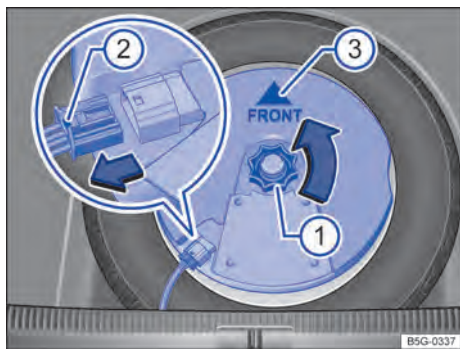

Fig. 256 En el maletero: desmontar el subwoofer (variante 2).
- Desenrosque la ruedecilla → fig. 256 ① en el sentido de la flecha.
- Para desbloquear el conector, presione el bloqueo que tiene en el extremo → fig. 256 ②.
- Coloque el subwoofer en la base de la llanta con cuidado. La punta de la flecha "FRONT" → fig. 256 ③ que hay en el subwoofer deberá señalar hacia delante.
- Acople el conector hasta que el bloqueo → fig. 256 ② encastre de forma audible.
- Enrosque la ruedecilla → fig. 256 ① en el tornillo prisionero en el sentido contrario al de la flecha hasta que el subwoofer quede bien fijado.